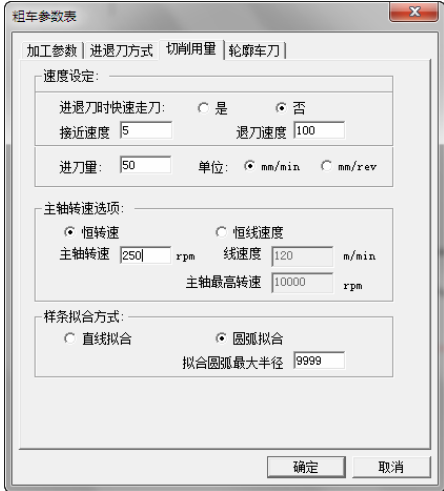

图 4-20 端面粗车切削用量参数设定
3) 单击“切削用量”选项卡，设置切削用量具体参数。进退刀时快速走刀：否；进刀量=50，单位 mm/min；主轴转速选项：恒转速；主轴转速：250；样条拟合方式：圆弧拟合。设置结果如图 4-20 所示。